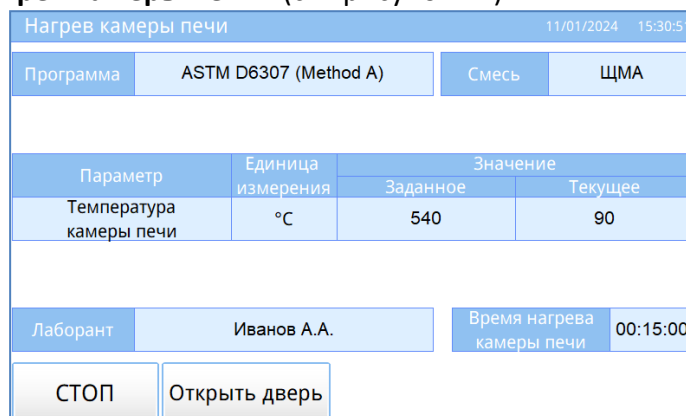

Рисунок 22 – Нагрев камеры печи
4.7.5 Появится окно **«Нагрев камеры печи»** (см. рисунок 22).